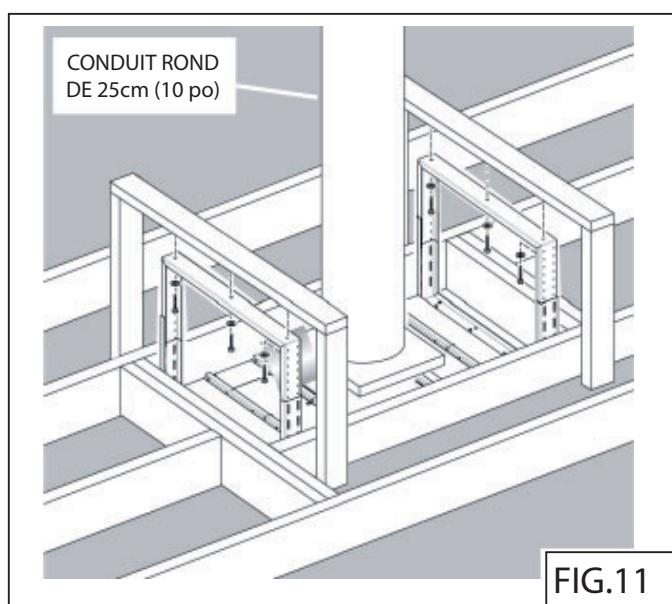

FIG.11
4. Installer un ventilateur extérieur ou intermédiaire en suivant les instructions fournies avec le ventilateur. Fig.11